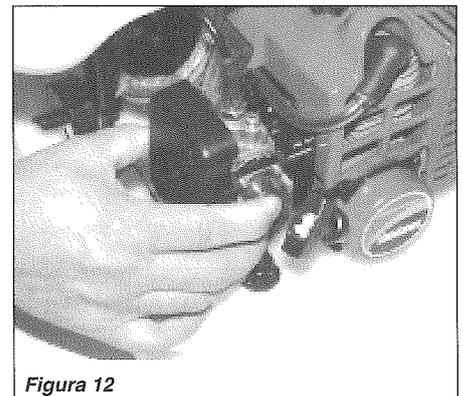

Figura 12
5. Presione la bombilla de cebado en el carburador hasta que se llene de combustible y se sienta constante presión conforme presiona la bombilla. Consulte la figura 12.